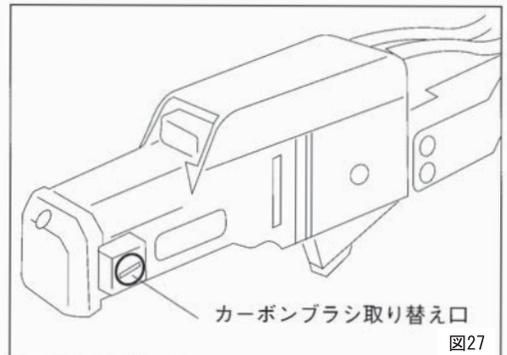

図27
- ①カーボンブラシ取り替え口の蓋をマイナスドライバー等で外して中にあるカーボンブラシを交換してください。(図27)